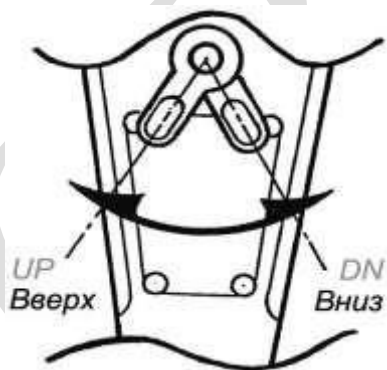

Рис. 1
- 5.3. Установите переключатель в положение UP (Рис.1) и производите маятниковые движения рычагом. Рычаг должен двигаться плавно без рывков. Подняв груз на высоту 200-250 мм от поверхности, остановитесь, проверьте правильность строповки груза и работоспособность тормоза (груз не должен самопроизвольно опускаться).
- 5.5. Для спуска груза, переведите положение переключателя в положение DN (Рис.1) и производите плавные маятниковые движения рычагом.